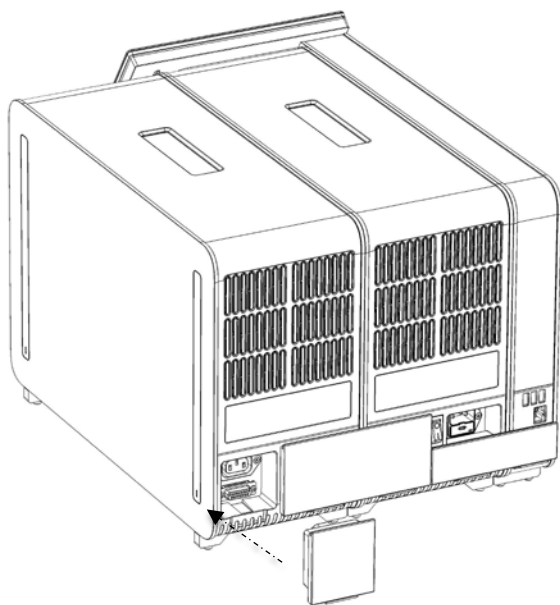

Рис. 19. Подсоединение концевого моста.
7. Подсоедините концевой мост на задней стороне аналитического модуля (рис. 19, следующая страница).